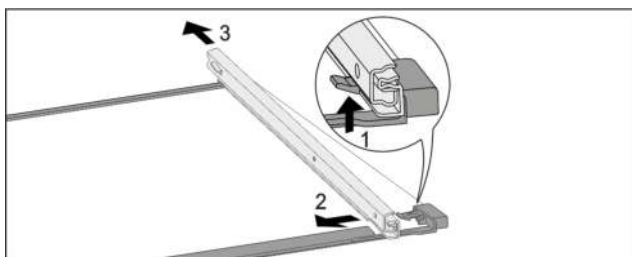

Fig. 148 Glasplatte mit Schienen
- Vorderen Rasthaken nach oben drücken. Fig. 148 (1)
- Auszugsschiene zur Seite Fig. 148 (2) und nach hinten Fig. 148 (3) wegschieben.